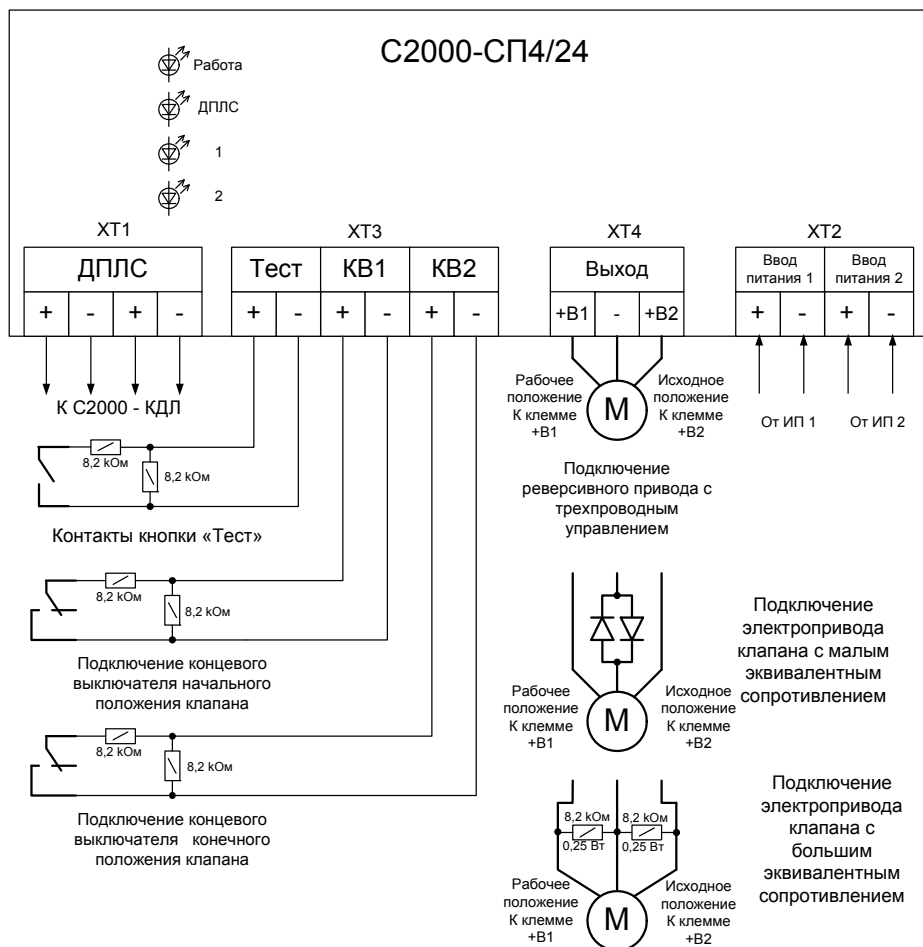

Рисунок 1. Схема внешних соединений.
2.1.4 При подключении к блоку исполнительных устройств с эквивалентным сопротивлением от 250 Ом до 50 кОм подключение осуществляется напрямую, установки каких либо дополнительных элементов не требуется (см. рис.1).
2.1.5 При эквивалентном сопротивлении нагрузки менее 250 Ом необходимо последовательно с исполнительным устройством подключить диод соответствующей мощности (1N4007, если рабочий ток не превышает 1А либо 1N5406 при рабочем токе более 1А), установить который необходимо в непосредственной близости от исполнительного устройства (см. рис.1). При питании от источника переменного напряжения необходимо установить 2 диода встречно параллельно.
2.1.6 При эквивалентном сопротивлении нагрузки при напряжении контроля 5 В более 50 кОм (напряжение между клеммами выхода больше 4 В) необходимо параллельно с исполнительным устройством подключить резистор номиналом менее 50 кОм соответствующей мощности (рекомендуемый номинал 8,2 кОм – 0,25 Вт), установить который необходимо вблизи от исполнительного устройства (см. рис.1).